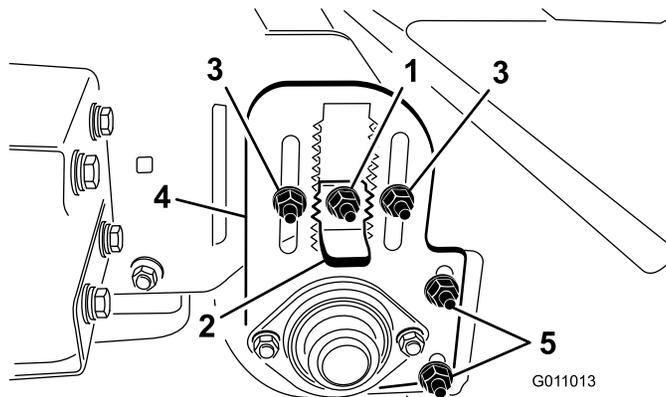

Рисунок 20
3. Ослабьте контргайку на регуляторе высоты (Рисунок 20) так, чтобы его можно было вытянуть примерно на 13 мм.
4. Ослабьте контргайки регулировки высоты валика (Рисунок 20).
5. Вытяните регулятор высоты и переместите задний валик вверх или вниз, передвинув планку регулировки высоты валика на требуемый уровень (Рисунок 20).
Проверьте регулировку скребка валика (Рисунок 20): зазор между скребком и валиком должен составлять приблизительно 2 мм. Ослабьте гайки крепления скребка валика, расположите валик должным образом и затяните гайки.